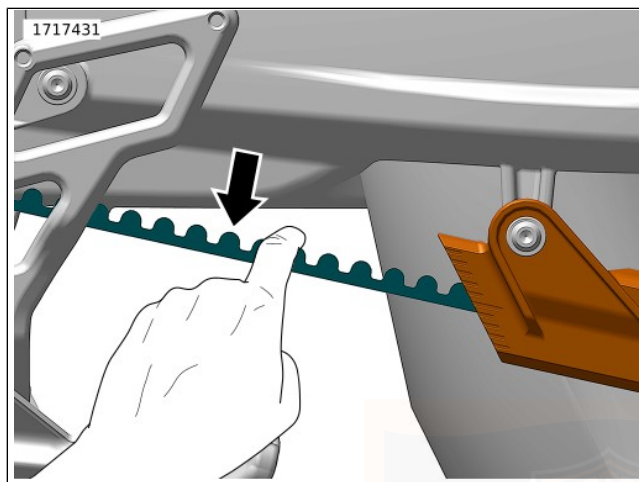

Abbildung 57. Riemenzug
- d. Siehe Abbildung 57 . Mit dem Finger oder dem Daumen unten an der Rückseite des Sichtfensters der Riemendurchbiegung zupfen.